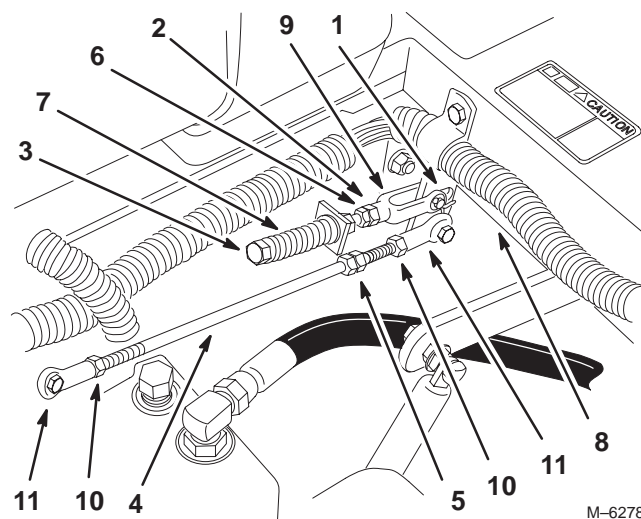

Figure 57
5. Placez le levier au point mort, **sans le verrouiller** (Fig. 57).
6. Tirez-le ensuite en arrière jusqu'à ce que l'axe de chape (situé sur le bras au-dessous de l'axe de pivot) touche l'extrémité de la fente (c.-à-d. commence juste à appuyer sur le ressort) (Fig. 57).
8. Si un réglage s'impose, desserrez l'écrou et l'écrou de blocage (Fig. 57).
10. Serrez l'écrou et l'écrou de blocage (Fig. 57).
1. Desserrez les contre-écrous sur les rotules de la tige de commande de la pompe (Fig. 57).
3. Réglez la longueur de la tige de pompe en tournant les doubles écrous dans le sens voulu, jusqu'à ce que la roue soit immobilisée ou tourne légèrement en marche arrière (Fig. 57).
6. Serrez les contre-écrous contre les rotules (Fig. 57).